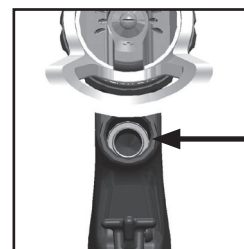

Fig. 18
5. NE PAS RETIRER LE JOINT ARRIÈRE DU CORPS DU PISTOLET. (Voir fig. 18)
- d. La tige doit glisser dans l'alésage de la cage avec une légère résistance (en raison du joint). (Voir fig. 18)
- e. Le joint arrière doit être propre et en position dans l'alésage. (Voir fig. 18)